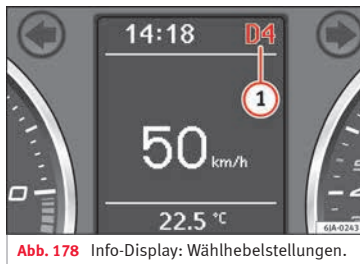

Abb. 178 Info-Display: Wählhebelstellungen.
Die aktuelle Wählhebelstellung wird im Informations-Display des Kombi-Instruments angezeigt  » **Abb. 178**.
- Drücken Sie den Wählhebel aus der Stellung **D** nach rechts. Die aktuelle Wählhebelstellung und der eingelegte Gang werden im Informations-Display des Kombi-Instruments angezeigt **1** » Abb. 178.